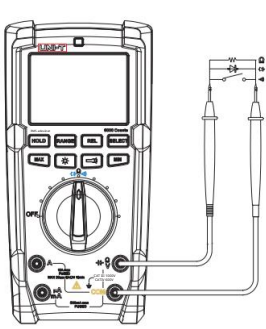

Figura 5a
9.3 Măsurarea rezistenței și a continuității circuitului (vezi Figura 5a)
9.4 Măsurarea diodelor (vezi Figura 5a)